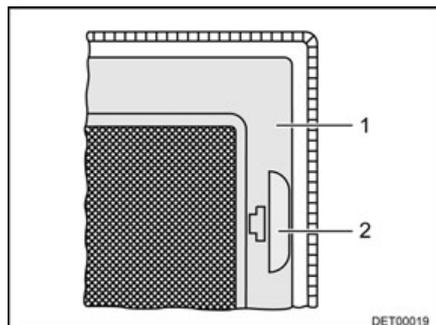

Fig. 62 Protección contra insectos
- Tirar del tirador (Fig. 62,2).
- Plegar hacia abajo la protección contra insectos (Fig. 62,1).
- Plegar hacia arriba la protección contra insectos (Fig. 62,1) hasta que engatille.